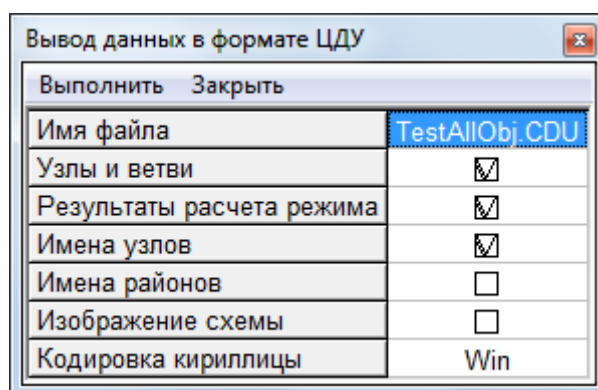

Рис. 13 Определение состава информации, читаемой из файла модели в формате ЦДУ
**Экспорт** – вывод расчетной модели или ее части в унифицированном формате для электротехнических расчетов, разработанном ВЦ ГТУ ЦДУ ЕЭС России (формат \*.CDU). По этой команде на экран выводится дополнительное окно для определения объема выводимой в файл информации (Рис. 13).